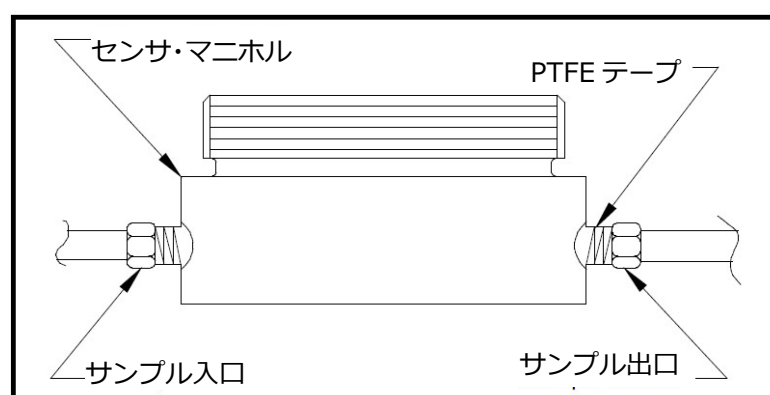

図4：センサ・マニホルドの設置
3. シーラントとしてPTFEテープを使用し、サンプルガスの入口と出口をセンサ・マニホルドの1/8インチNPTポートに接続してください（下図4参照）。流れの方向が問題にならないように、どちらのポートも入口または出口として使用することができます。